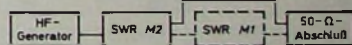

Bild 6. Blockschema für die Eichung
3. eine Industrie-Meßbrücke, bei der man an einem Meßgerät (M2 im Bild 6) das Verhältnis Vorlauf : Rücklauf genau ablesen kann. (Da die Eigenbau-Brücke für 2 und 4 W ausgelegt wurde, muß die maximale Leistung auch von der Industrie-Meßbrücke gemessen werden können.)
Die Eichung erfolgt nach dem Blockschema Bild 6 bei einer Frequenz von 145 MHz. Zunächst nimmt man die erste Messung mit dem Meßgerät M2 der Industrie-Meßbrücke vor. Hierbei wird dieses Instrument mit dem Abschlußwiderstand an den HF-Generator angeschlossen und der Generator in Betrieb gesetzt. Die Ausgangs-